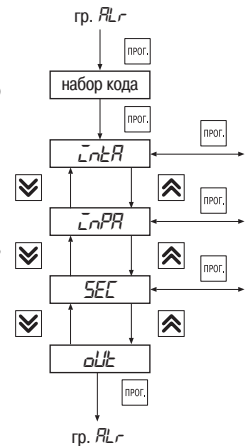

Рис. 19
6.2.2.6. **Группа «RLr»** предназначена для установки параметров защитного отключения (рис.19). Код доступа для этой группы «_44».